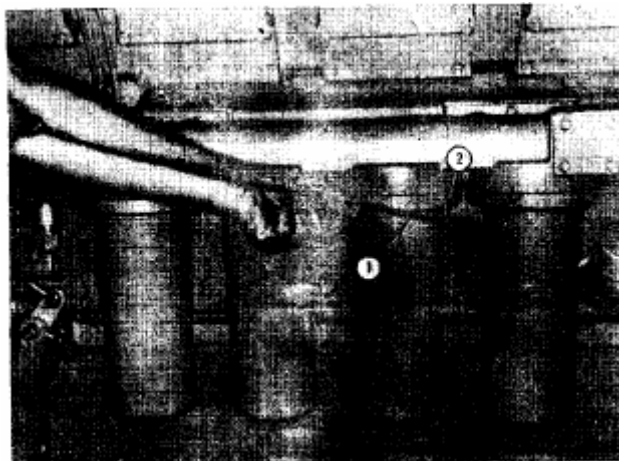

Рис. 2-1 (K21901) Проверка уровня масла в двигателе
1. Проверьте уровень масла в двигателе с помощью штывкового указателя уровня масла. Рис. 2-1. Для обеспечения точности отсчета, определение уровня масла должно проводиться не менее чем приблизительно 15 минут после остановки двигателя. Штывковой указатель уровня масла должен всегда находиться в поддоне картера, с которым он был первоначально отгружен. Уровень масла должен поддерживаться, насколько это возможно, на отметке «Н» (высокий).